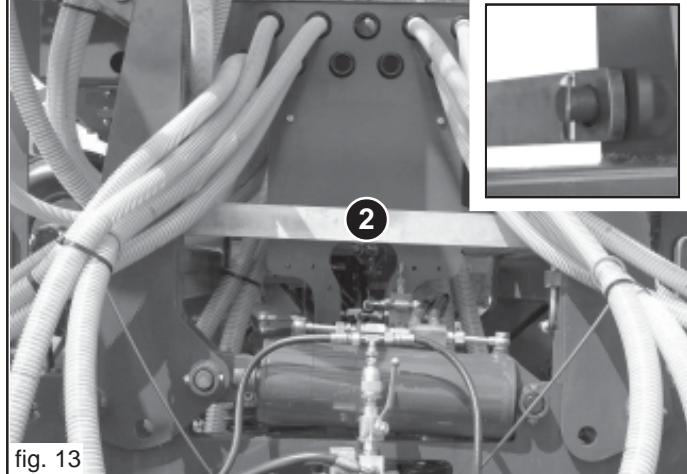

fig. 13
- Enlever le dispositif de sécurité des châssis latéraux (2, Fig. 13, et le placer le long du châssis latéral comme indiqué dans la Figure 15;
- Bloquer les châssis latéraux à l'aide de la barre de blocage prévue à cet effet (2, Fig. 13) puis bloquer cette dernière à l'aide des sécurités spéciales (goupilles à déclic et à encliquetage).